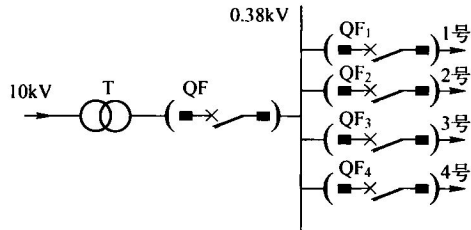

图1-1 变电站供电系统图
(1) 要点:电气系统图(方框图)是用单线表示电能或信号按回路分配的图样,主要表示各个回路的名称、用途、容量,以及主要电气设备、开关元件和导线电缆的规格型号等。通过电气系统图可以知道该系统有多少回路和主要用电设备的容量、控制方式等。
(2) 图例:图1-1为某一变电站供电系统图。
(3) 图例说明:图1-1所示变电站供电系统图,表示这个变电站可把10kV的电压通过变压器转换为0.38kV的电压,经过断路器QF和母线,通过QF1、QF2、QF3、QF4分别供给了4条用电支路。